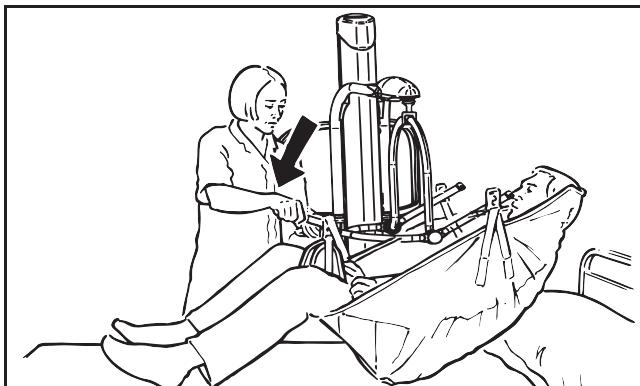

图 31
翻动病人或使病人处于坐式位，将吊兜放置在病人身体周围。首先打开底座支腿，然后接近并将病人的双腿抬到底座之上，如图 31 所示。
**注意：当病人的双腿被置于底座之上后（如图 31 所示），请勿操作可调节的底座支腿控制器。**